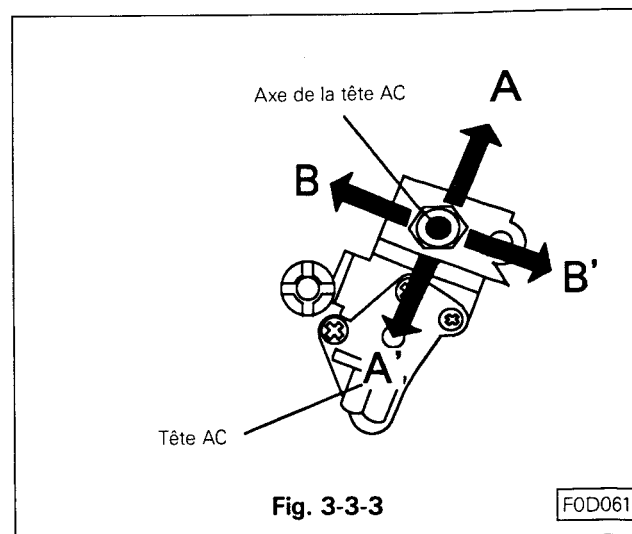

Fig. 3-3-3
- Exercer une légère pression sur l'axe dans les directions A et A' (Voir les flèches Fig. 3-3-3) et vérifier que l'amplitude du signal audio reste à sa valeur maximale et qu'elle ne varie pas.